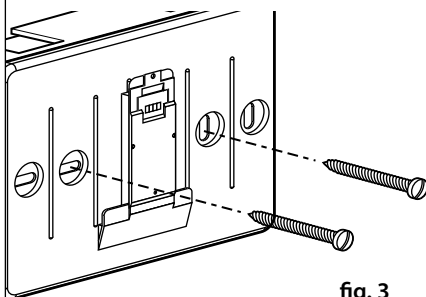

fig. 3
- fixați baza aparatului la cutia de pe perete, cu ajutorul șuruburilor din setul furnizat (fig. 3),